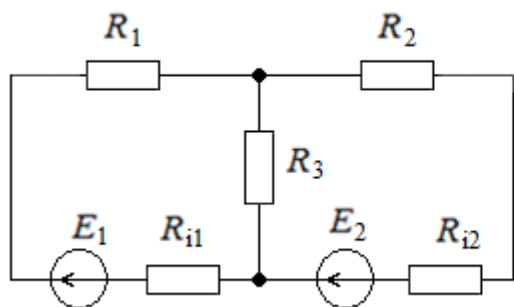

Рис. 126
59. Методом эквивалентного генератора определить ток в резисторе R_1 электрической цепи (рис. 126), если $E_1 = 20 \text{ В}$; $E_2 = 1,1 \text{ В}$; $R_{i1} = 0,2 \text{ Ом}$; $R_{i2} = 0,4 \text{ Ом}$; $R_1 = R_2 = 5 \text{ Ом}$; $R_3 = 7 \text{ Ом}$.